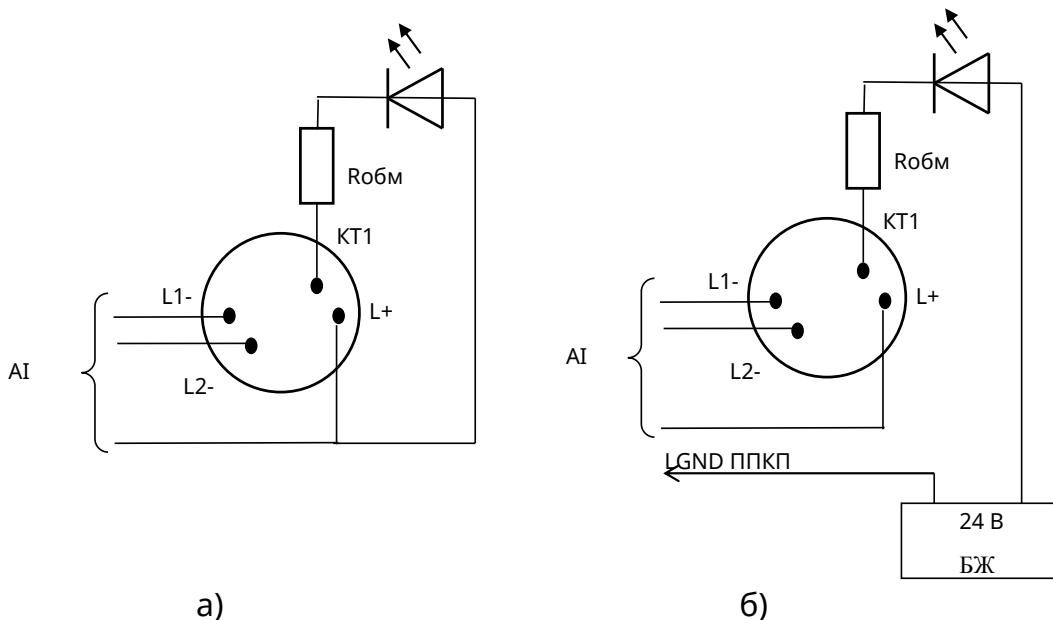

Рисунок 4 – Підключення ВПОС або світлодіода
5.2 Якщо за проектом використовують ВПОС з живленням від АІ, то його мінусовий контакт з'єднують з гвинтовою клемою з маркованням «2» (КТ1), а плюсовий – гвинтовою клемою з маркованням «1» (L+) (рис.4а, наявність Робм залежить від типу ВПОС і його робочого струму). Замість ВПОС допускається підключення світлодіода через резистор Робм з опором не менше 10 кОм. Для ВПОС слід підбирати світлодіод з малим струмом споживання (блізько 2 мА).
Якщо живлення пристроїв виносної індикації передбачають від зовнішнього БЖ, СПТА підключають згідно рис. 4б. Мінусовий дріт від БЖ підключають до клеми «LGND» ППКП. Вихідна напруга БЖ повинна бути не більше 30 В і повинна забезпечувати робочий струм ВПОС.